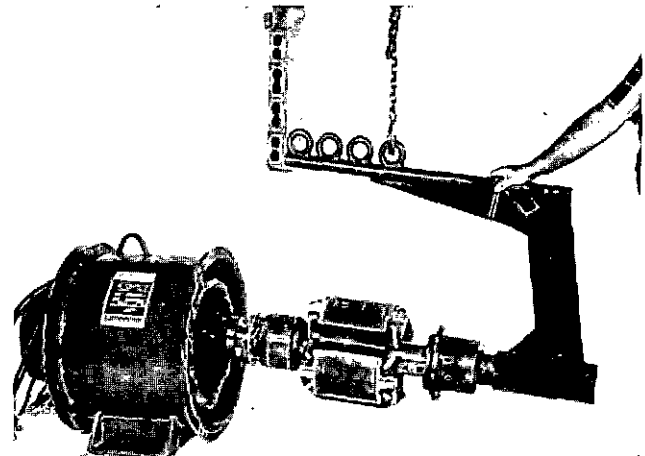

FIGURE 6-19
6. En utilisant un outil spécial pour lever le rotor et un appareil de levage adapté, sortir avec précautions l'ensemble rotor du stator principal. (Figure 6-19.)